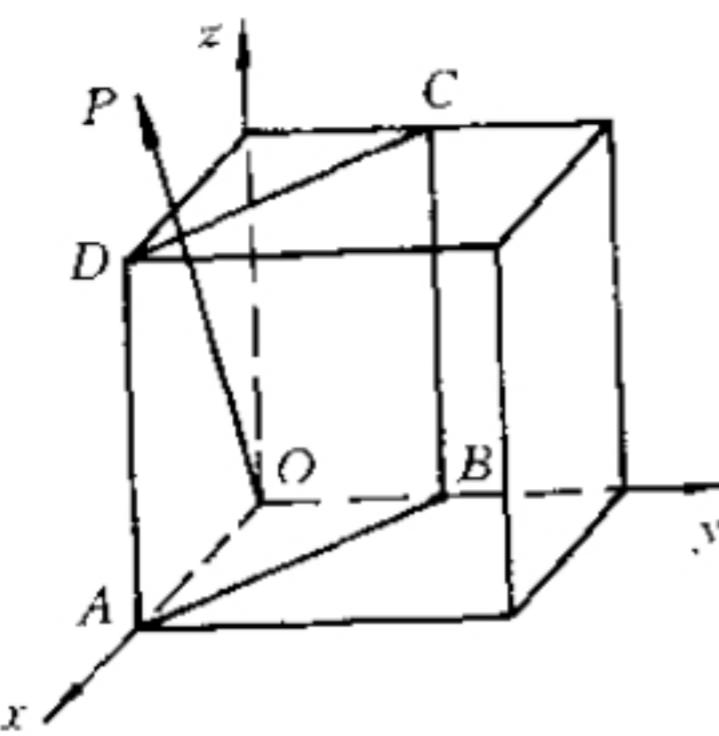

图 1-7 晶面和晶向的图示
解 根据晶面和晶向指数的标定方法可知,题中晶面指数为 (120), 如图 1-7 中 $ABCD$; 晶向指数为 [102], 如图 1-7 中 \overrightarrow{OP} 。